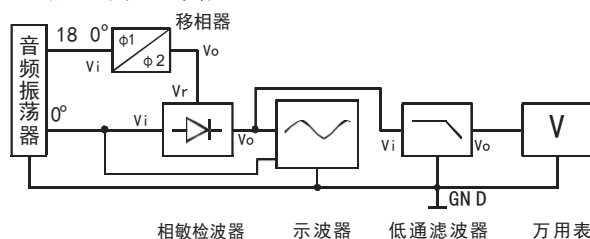

图 4C
6、关闭恒压源，根据图 4C 的电路重新接线，将音频振荡器的信号从  $0^\circ$  输出端输出至相敏检波器的输入端  $V_i$ ，将  $180^\circ$  输出端输出接至移相器的输入端，移相器的输出端接至相敏检波器的参考输入端  $V_r$ ，把示波器的两根输入线分别接至相敏检波器的输入端  $V_i$  和输出端  $V_o$ ，将相敏检波器输出端  $V_o$  同时与低通滤波器输入端连接起来，将低通滤波器的输出端与万用表连接起来，组成一测量线路。